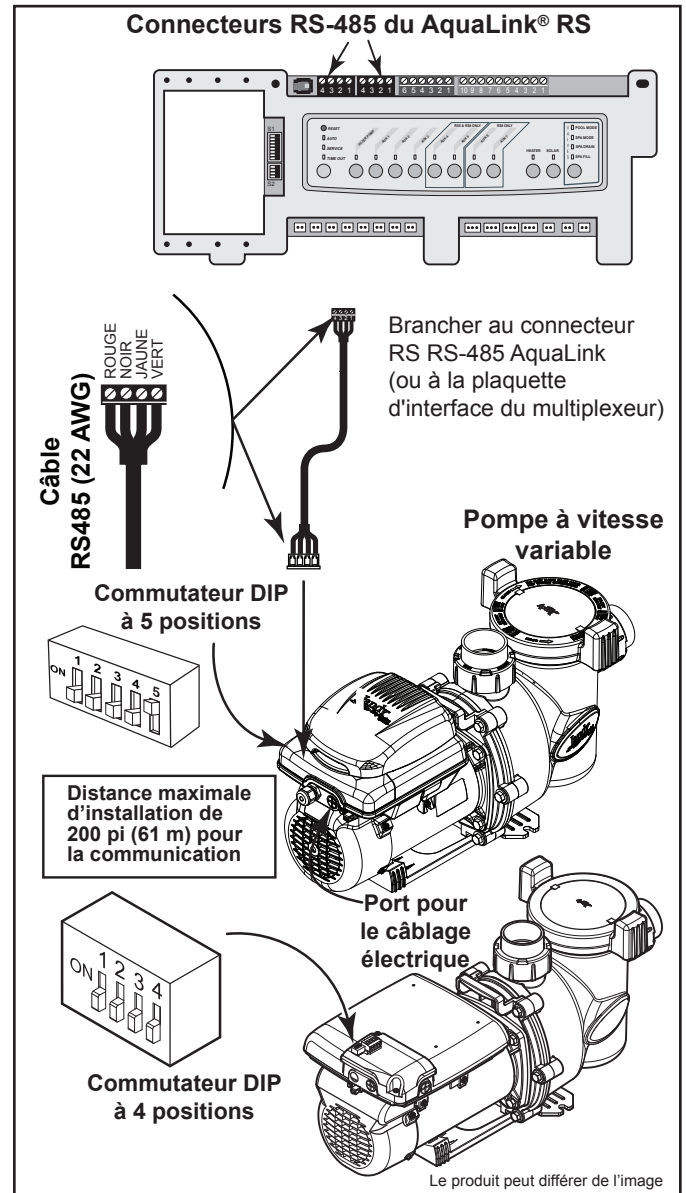

Figure 7. Câblage du régulateur AquaLink RS ou AquaLink PDA
3. Faire glisser les commutateurs DIP 1 et 2 vers le bas, à la position OFF (désactivés). Si cela s'applique à votre pompe modèle coulissant commutateur DIP 5 à la position ON. Voir la figure 7.
- b. Raccorder le nouveau câble RS-485 du régulateur AquaLink par le biais du raccord de compression disponible et passer le câble à 4 conducteurs par l'orifice fileté de l'entraînement du moteur le plus proche du connecteur. Figure 7.
6. Raccorder l'autre extrémité du câble à un connecteur RS-485 sur le régulateur AquaLink RS (ou carte d'interface du multiplexeur), en faisant correspondre les couleurs de fil avec les positions du connecteur, comme suit : 1 rouge, 2 noir, 3 jaune et 4 vert. Voir la Figure 7.
7. Fixer le couvercle du vide et le joint à l'aide des six (6) vis au socle du régulateur à vitesse variable sur le moteur.
8. Retirer la seule vis (1) et le couvercle d'accès pour terminer les raccordements électriques du moteur.
10. Préparer le câble et fixer un autre connecteur à 4 broches, en s'assurant que les couleurs des fils correspondent à la Figure 7.
13. Vérifier que les réglages des commutateurs DIP correspondent à la Figure 7